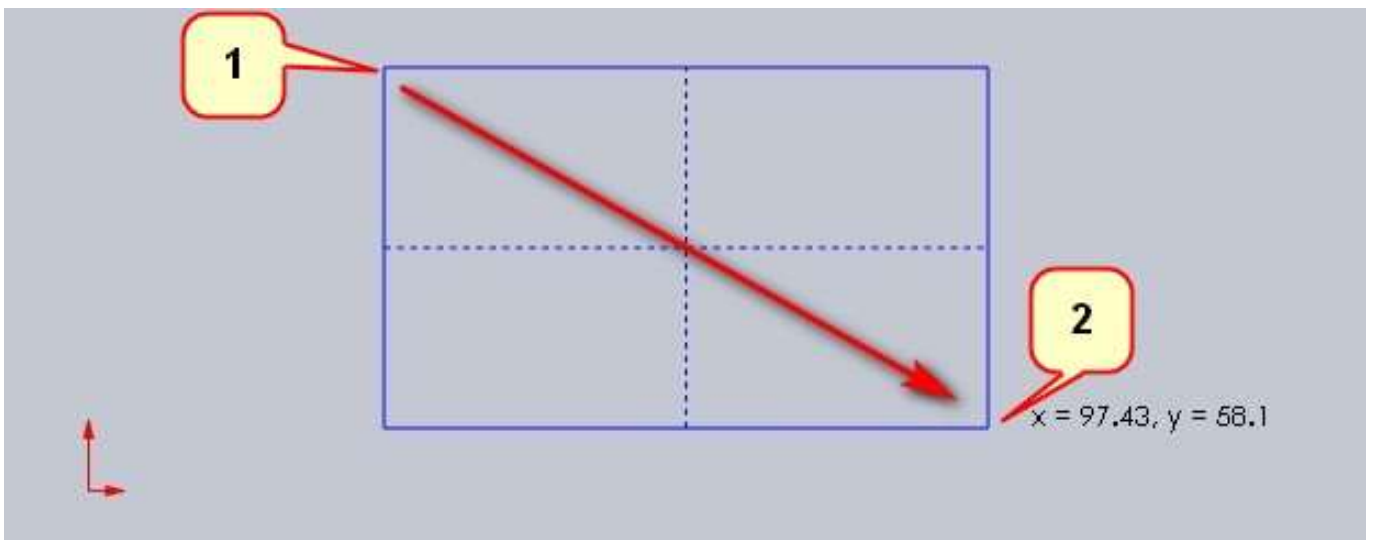

Рисунок 2.11
Даний інструмент дозволяє побудувати Прямокутник, вказавши два протилежних по діагоналі кута. Встановлюєте у відповідному місці графічної області перший кут (1), а далі в залежності від необхідного розташування переміщуєте мишку в будь-якому напрямку для встановлення іншого кута (2) (рис. 2.11).